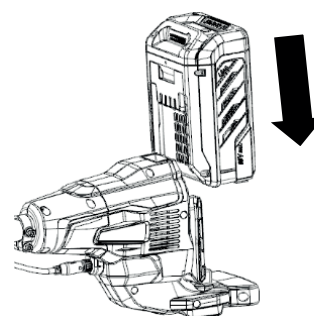

Рис. 2
1. Вставьте аккумуляторную батарею в разъем так, чтобы раздался четкий щелчок (рис. 2).